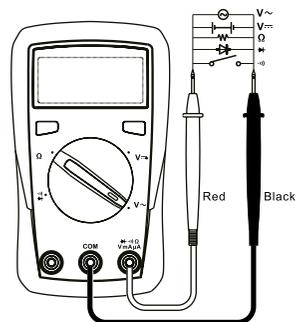

Abbildung 2
1. Spannungsmessung AC/DC (siehe Abbildung 2)
2. Widerstandsmessung (siehe Abbildung 2)
3. Durchgangsmessung (siehe Abbildung 2)
4. Diodenmessung (siehe Abbildung 2)